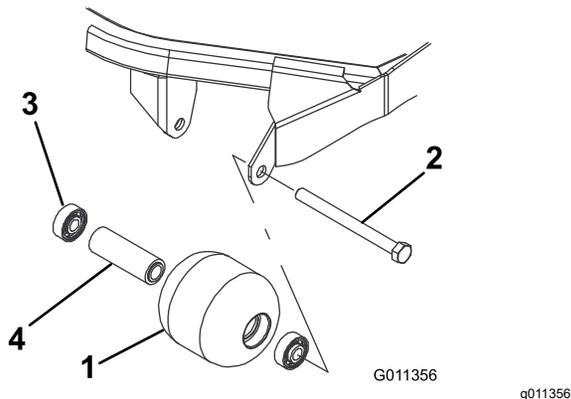

Figure 94
1. Retirez le boulon de fixation du galet (Figure 94).
1. Enfoncez le premier roulement dans le logement à la presse (Figure 94). Exercez la pression uniquement sur la bague extérieure ou uniformément sur les bagues intérieure et extérieure.
2. Insérez l'entretoise (Figure 94).
3. Enfoncez le second roulement dans le logement à la presse (Figure 94). Exercez une pression uniforme sur les bagues intérieure et extérieure jusqu'à ce que la bague intérieure rencontre la douille d'écartement.
4. Vérifiez l'état du logement de roulements, des roulements et de la douille d'écartement (Figure 94) Remplacez tout composant endommagé et procédez au remontage.